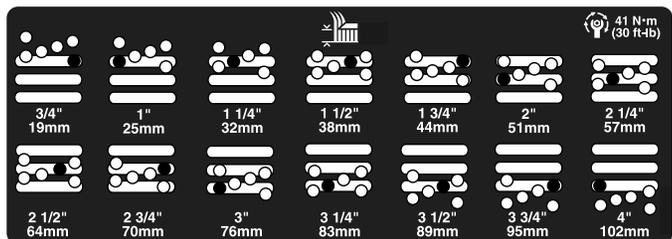

Figure 16
5. Placez la chambre à la hauteur de coupe voulue et mettez l'entretoise dans le trou et la fente correspondants à la hauteur de coupe désignée (Figure 16).